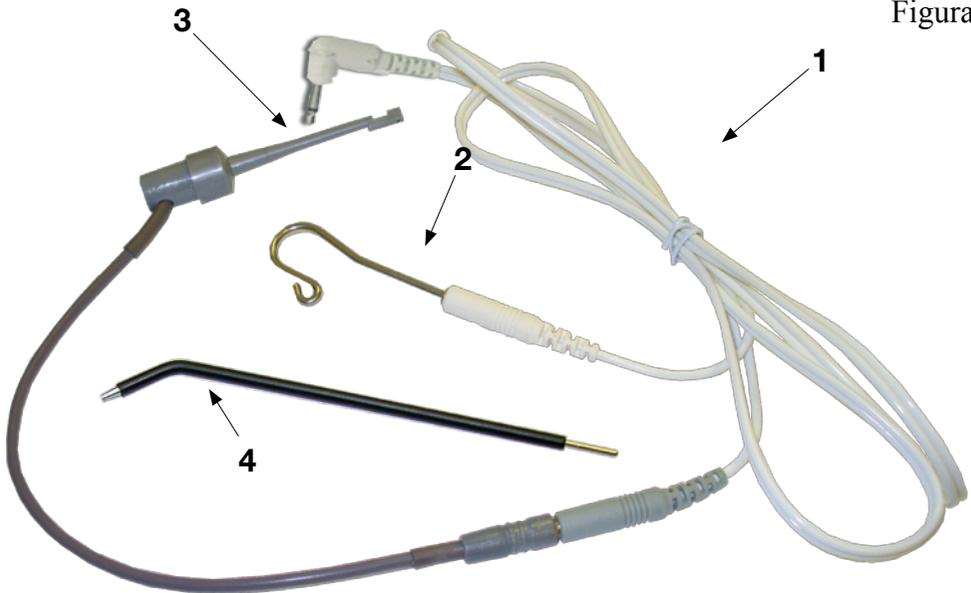

Figura 3
5.2. Il set di accessori è mostrato in figura 3
- 6.2** Connettere il cavo (figura 3, posizione 1) al corpo dell'apparecchio, inserendo lo spinotto nella presa d'ingresso (figura 1, posizione 7).
- gancio labiale (figura 3, posizione 2) sul labbro del paziente
- clip per strumento canalare (figura 3, posizione 3) agganciata alla parte metallica dello strumento (o file) inserito nel canale radicolare del dente.